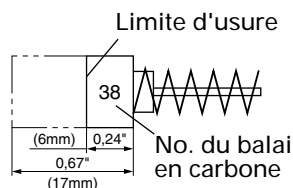

Fig. 19
## 3. Inspection des balais en carbone (Fig. 19)
**REMARQUE:** Utiliser le balai en carbone HITACHI No. 38 indiqué sur la figure 19.